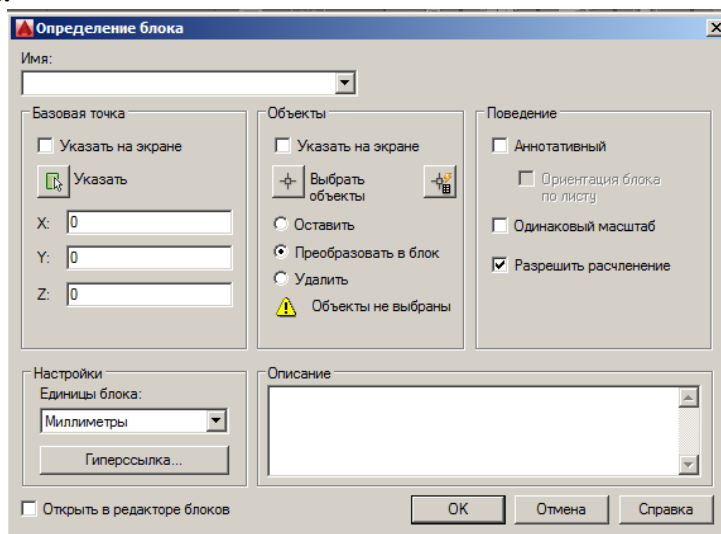

Рис. 25
2. В диалоговом окне Определение блока (Block Definition) (Рис. 25) ввести имя блока.